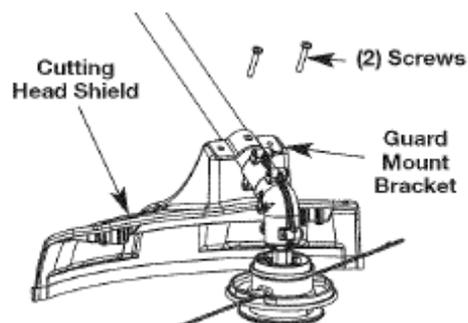

Рис. 1
1. Расположите щиток режущей головки на установочном кронштейне, совместив соответствующие отверстия (Рис. 1).